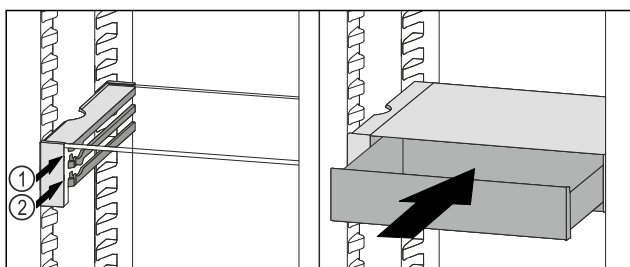

Fig. 54
- ▶ Założyć szufladę VarioSafe za stoperami na wybranych zębrach Fig. 54 (1) lub Fig. 54 (2).